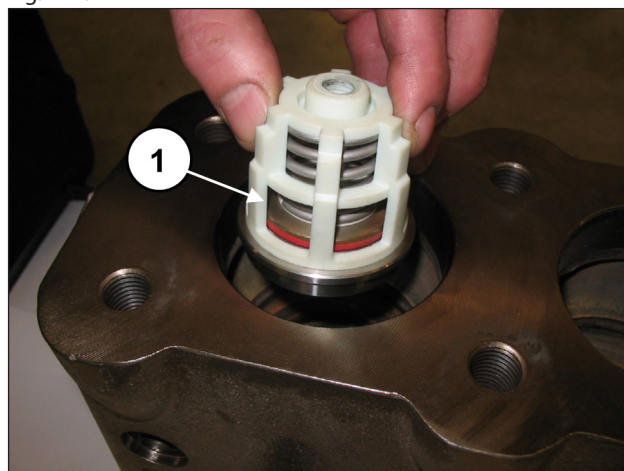
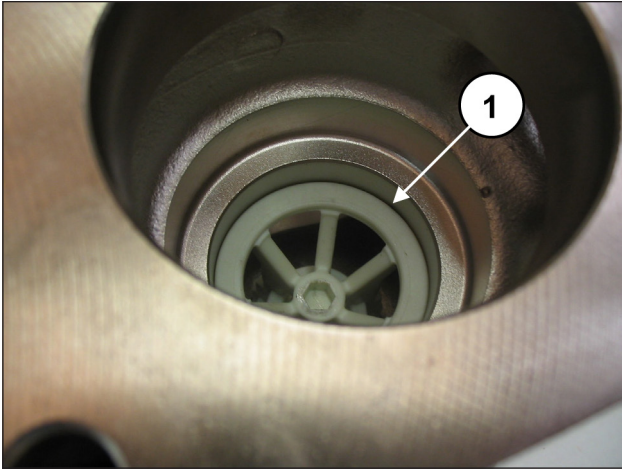

Fig. 121
Fig. 122
Insira o grupo da válvula de aspiração (pos. ①, Fig. 121) e sucessivamente o espaçador (pos. ①, Fig. 122).
O grupo da válvula completo deve ser inserido completamente no fundo e apresentar-se como na pos. ①, Fig. 122.